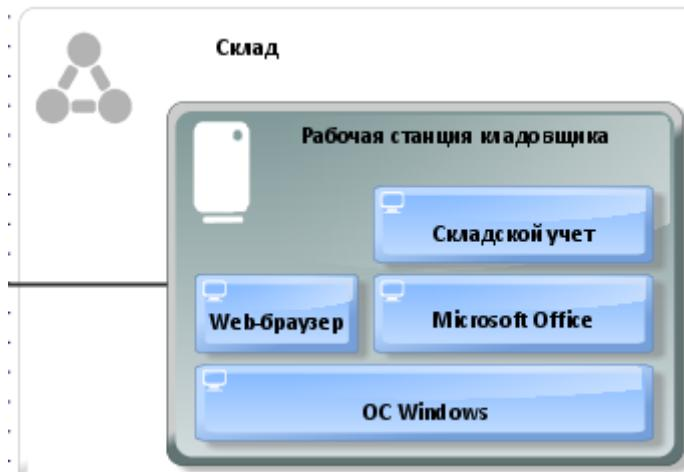

Рисунок 4.14
14. Вне объекта «Офис организации», добавить объект «Network» и назвать его «Склад». В область объекта «Склад» поместить объект «Hardware», назвав его «Рабочая станция кладовщика», в область которого, в свою очередь, необходимо поместить следующие объекты «IT system» (рисунок 4.14):